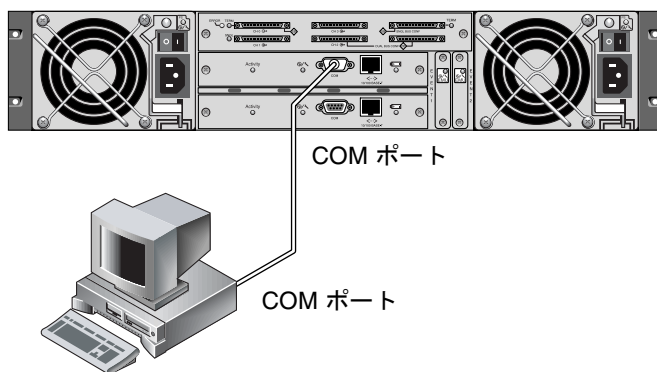

図 2-1 ワークステーションの COM ポートまたはコンピュータ端末にローカル接続された RAID アレイ COM ポート
1. RAID アレイ COM ポートを Solaris ワークステーションのシリアル ポートに接続します (図 2-1を参照)。